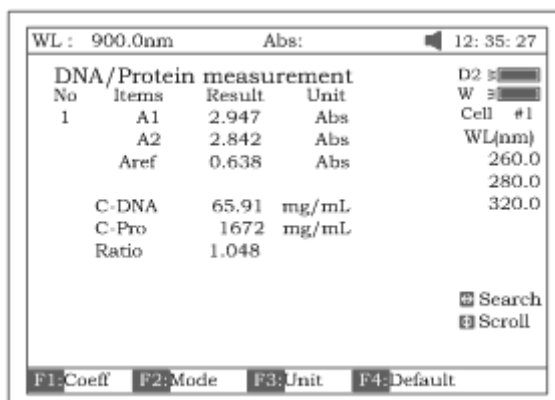

Рис. 65
- Установите кювету с образцом на пути луча, нажмите **[СТАРТ]**, чтобы начать анализ пробы. Результаты анализа будут выведены на экран (рис.65).
*Примечание: загрузку или сохранение файла можно выполнить только из главного рабочего окна режима «ДНК/протеин» (рис.65). Если вы находитесь в окнах обработки, нажмите **[ОТМЕНА]** для возврата в главное рабочее окно.*